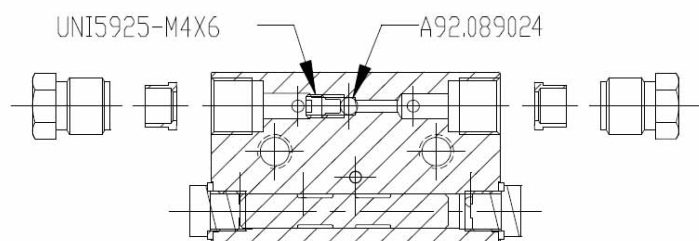
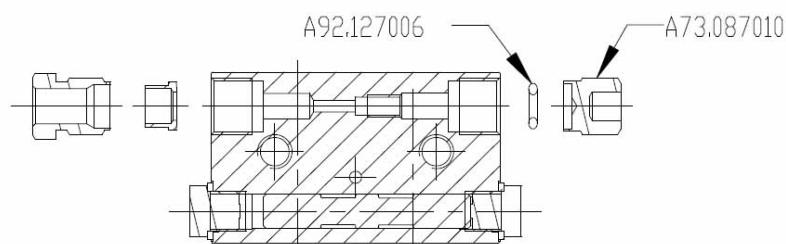

FIG. 1
FIG. 2
Ogni pistone del distributore è predisposto per alimentare 1 o 2 uscite. Quando il grano separatore è inserito (Fig.1) l'erogazione del lubrificante avviene in ambedue le uscite laterali. Quando il grano non è inserito (Fig.2) l'erogazione del lubrificante avviene in una sola uscita con una portata doppia. Nel caso si renda necessario chiudere un'uscita che si pensava di utilizzare, estrarre oltre al grano (UNI5925-M4X6) anche la sfera (A92.089024), ponendo attenzione ad inserire il tappo di chiusura (A73.087010 + A92.127006) nell'uscita non più utilizzata, la medesima procedura è valida anche nel caso contrario dove si rende necessario aumentare il numero delle uscite, bisognerà quindi estrarre il tappo di chiusura ed inserire il grano separatore con la relativa sfera. Normalmente i distributori sono forniti con il grano separatore inserito e le due uscite laterali aperte.
*Each divider piston is arranged in order to feed 1 or 2 outlets. When the separation dowel is inserted (see Fig.1), the discharge is carried out in both sides. When the dowel is not inserted (see Fig. 2), the double discharge is carried out in one of the two available outlets. If it is necessary to use one outlet extract the sphere (A92.089005), besides the separation dowel (UNI5925-M4X6) and insert a plug (A73.087010 + A92.127006) in the outlet no more used. The dividers are supplied with the separation dowel inserted and the two outlets open as standard.*
Gli elementi dei distributori progressivi serie DPX sono predisposti per alimentare 1 o 2 uscite. Quando il grano di separazione è inserito (vedi Fig. 1) l'erogazione avviene in ambedue le uscite con portata uguale. Con il grano non inserito (vedi Fig. 2) l'erogazione, in doppia portata, avviene in una sola uscita. Nel caso si renda necessario chiudere un'uscita che si sarebbe pensato di utilizzare estrarre, oltre al grano separatore, anche la sfera ponendo attenzione ad inserire il tappo di chiusura nell'uscita non più utilizzata. Normalmente gli elementi sono forniti con il grano separatore inserito e le due uscite laterali aperte. Se richiesto si possono fornire con una sola uscita e sono contrassegnati da una lettera "D" posizionata nel centro delle due mandate verticali.
*Each piston of the DPX divider is arranged in order to feed 1 or 2 outlets. When the separation dowel is inserted (see Fig. 1), the discharge is carried out in both sides. When the dowel is not inserted (see Fig. 2), the double discharge is carried out in one of the four available outlets. If is necessary to use one outlet extract the sphere, besides the separation dowel and insert a plug in the outlet no more used. Normally the DPA dividers are supplied with the separation dowel inserted and the two outlets open. On request we can supply blocks with one outlet where we print the letter "D".*